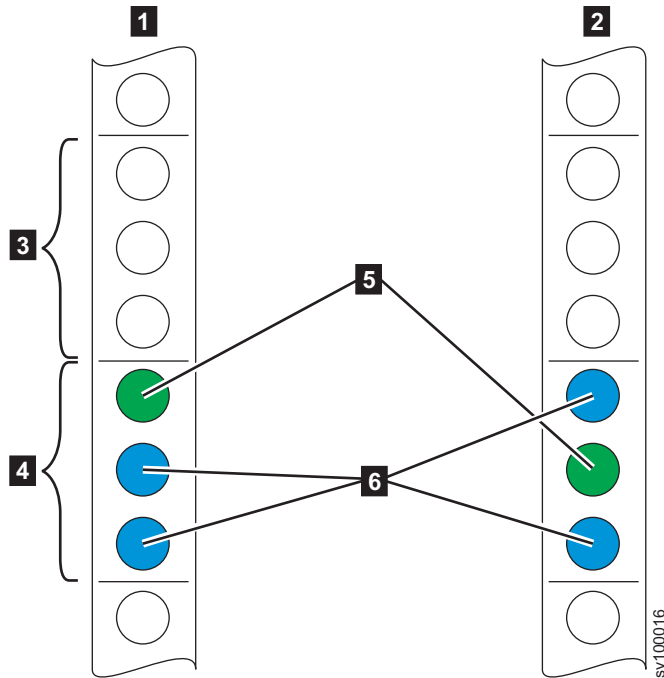

図 18. ラック・スペースの識別
2. 22 ページの図 18 に示されているように、(取り付けのノードに応じて) ラック内の使用可能な 2U スペースを選択します。